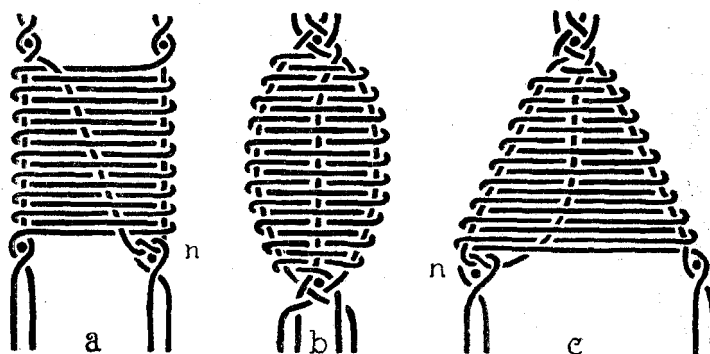

Fig. 32. — Points d'esprit.
**Point d'esprit carré (fig. 32 a).** — Deux fils sont soutenus par une épingle à chacun des angles supérieurs du carré. Si, par exemple, on commence le travail à droite, on accomplit les gestes suivants : croiser le deuxième fil sur le troisième — tourner deux fois la
**Point d'esprit ovale (fig. 32 b).** — Lorsqu'on veut donner au point d'esprit la forme ovale qu'il a le plus souvent, on fait d'abord, avec les 4 fils, une « passée » soutenue par une épingle. On continue alors le travail comme il est dit plus haut.
**Point d'esprit triangulaire (fig. 32 c).** — On peut donner au point d'esprit la forme d'un triangle portant